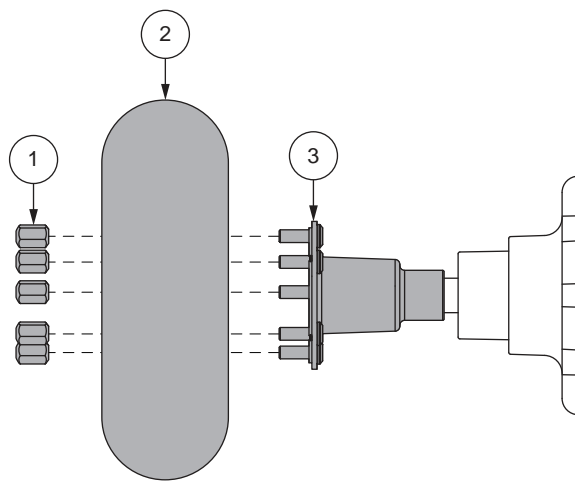

Figura 26. Ruota motrice smontata
4. Rimuovere i dadi ad aletta. **Vedere figura 26.**